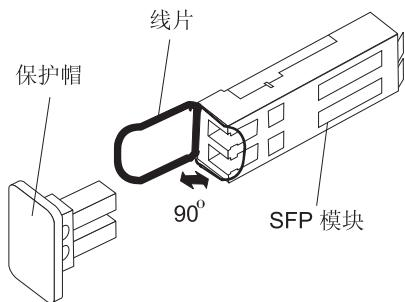

图 17. 松开塑料类 SFP 模块滑锁
- 如第 33 页的图 17 中所示, 对包含塑料卡口的 SFP 模块, 从  $10^\circ$  方向向外拉动塑料卡口, 以松开 SFP 模块滑锁。